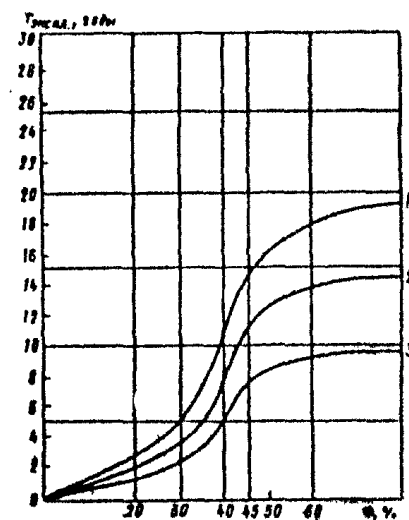

Рис. 3. Физический износ системы внутреннего
1.7. Физический износ внутренних систем инженерного оборудования здания в целом должен определяться по табл. 64 - 71 на основании оценки технического состояния элементов, составляющих эти системы. Если в процессе эксплуатации некоторые элементы системы были заменены новыми, физический износ системы следует уточнить расчетным путем на основании сроков эксплуатации отдельных элементов по графикам, приведенным на рис. 3 - 7. За окончательную оценку следует принимать большее из значений.